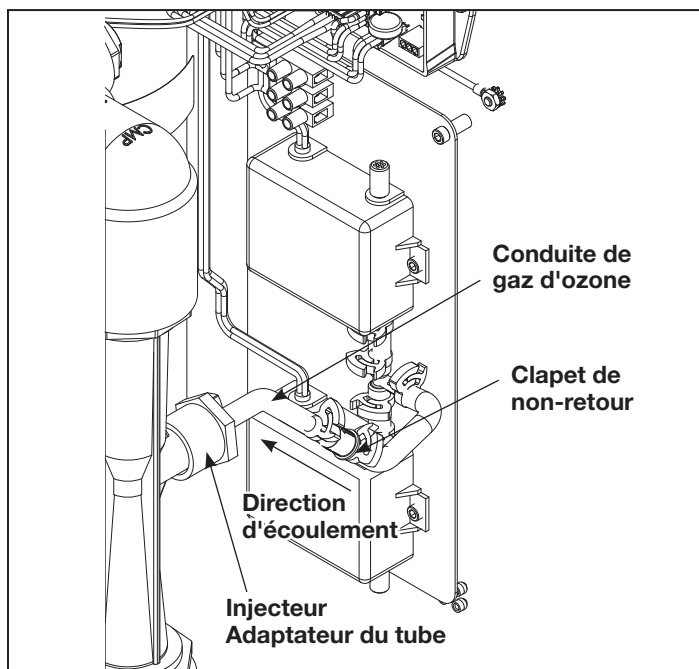

Figure 12. Vue d'angle du système de générateur d'ozone
Le gaz des modules d'ozone est aspiré à travers la conduite de gaz d'ozone par l'injecteur et dans l'eau. Le clapet de non-retour pour l'ozone (voir la Figure 12 Vue d'angle) de cette ligne empêche l'eau de revenir dans les modules d'ozone lorsque le Jandy AOP ne fonctionne pas.
Ce composant relie la conduite de gaz d'ozone au collecteur de l'injecteur (voir la Figure 12 Vue d'angle).
3. Déconnecter le module d'ozone en traçant le câblage d'alimentation du module d'ozone jusqu'au connecteur le plus proche et en déverrouillant la languette du crochet du connecteur. Voir la Figure 12.